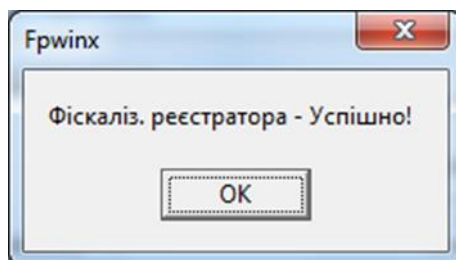

Рисунок 25
5.11 Якщо реєстратор підключено до COM-порта комп'ютера, то з'явиться вікно (рисунок 25). Відбудеться перезавантаження реєстратора. Роздрукується чек (рисунок 26).